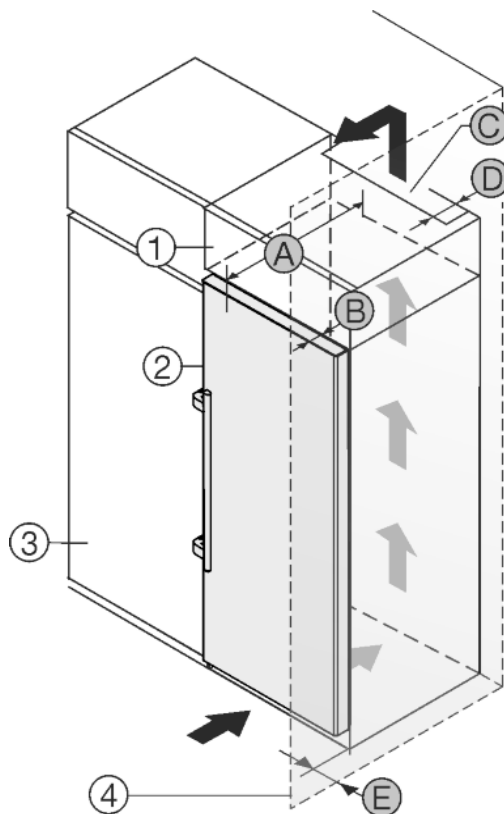

Fig. 9
Устройство может быть окружено кухонными шкафами. Чтобы уравнять устройство Fig. 9 (2) по высоте с кухонной стенкой, можно установить над устройством дополнительный шкафчик Fig. 9 (1).
Установить устройство можно непосредственно рядом с кухонным шкафом Fig. 9 (3). Чтобы можно было полностью открыть двери, устройство должно выступать на глубину Fig. 9 (B) относительно передней стенки кухонного шкафа. В зависимости от глубины кухонных шкафов и использования пристенных распорок устройство может выступать и больше.
- На задней стенке дополнительного шкафчика должен быть вентиляционный канал с глубиной Fig. 9 (D) по всей ширине этого шкафа.
- Нужно соблюдать вентиляционное отверстие Fig. 9 (C) под нижней панелью.
Если устройство установлено на шарнирах у стены *Fig. 9 (4)*, то нужно соблюдать расстояние *Fig. 9 (E)* между устройством и стеной. Настолько выступает ручка при открытой двери.